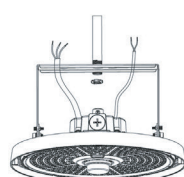

FIGURE 10
Étape 3 : Resserrez les écrous pour fixer solidement la tige (voir figure 10).